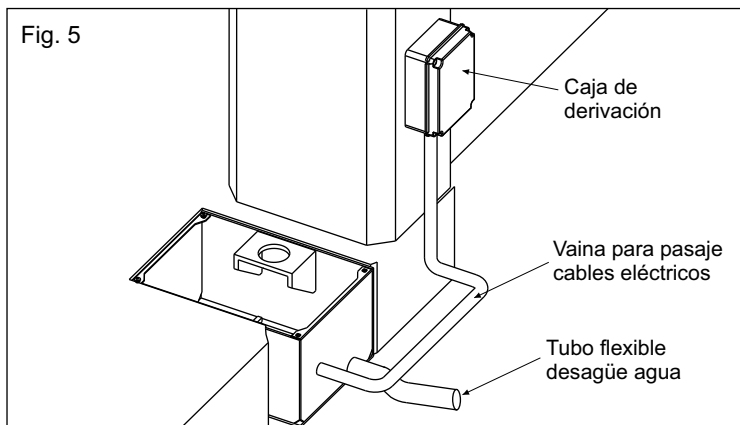

Fig. 5
- tubo de desagüe agua en plástico flexible por lo menos de 40 mm de diámetro de insertar en el agujero apropiado de la caja antes que la misma sea cementada (Fig. 5). **El tubo tendrá que ser llevado hasta el desagüe de la línea de drenaje**;
- una vaina para el pasaje de los cables eléctricos por lo menos de 20 mm de diámetro que tendrá que ser llevada en proximidad de la caja de derivación (Fig. 5).